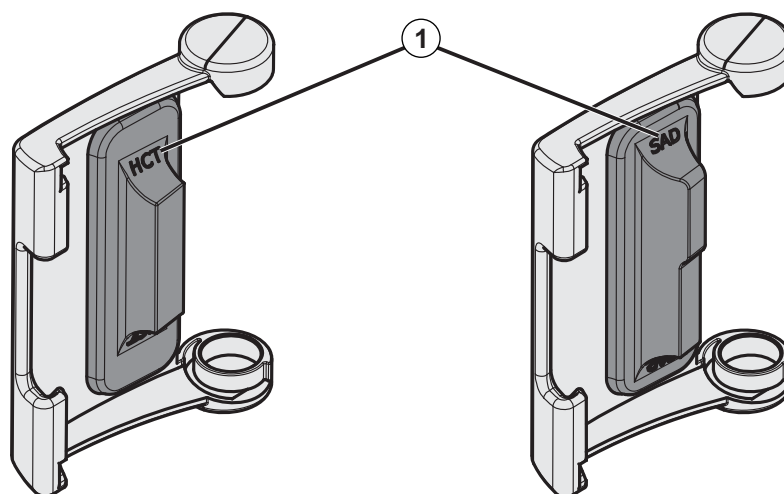

Fig. 7-21 Simboli su sportelli sensore HCT e SAD
Gli sportelli sono contrassegnati sulla parte anteriore con un punto rosso (HCT) e con un punto blu (SAD), rispettivamente, e sul retro con *HCT* e *SAD* (vedere Fig. 7-21, ①).